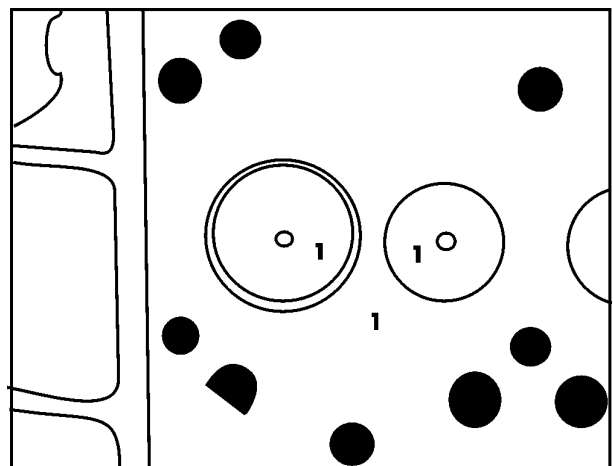

FIG 9
NOTA: AO REMOVER OU SUBSTITUIR AS VÁLVULAS, IDENTIFIQUE COM LÁPIS ELÉTRICO O NÚMERO CORRESPONDENTE A CADA CILINDRO, **Fig. 9**.
1. Introduza a válvula no furo ou guia correspondente ao cilindro, **Fig. 9**.